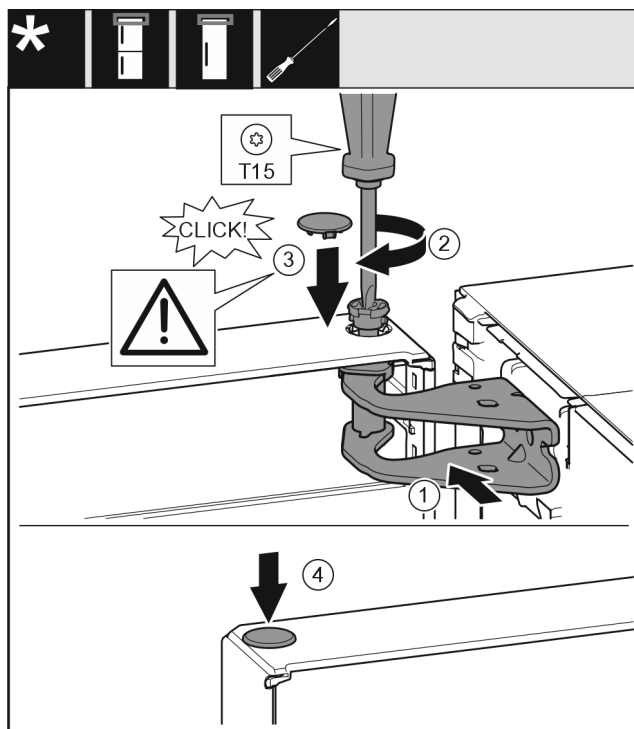

Fig. 21
- ▶ Wyrównać drzwi u góry względem otworu w płytce zawiasu Fig. 21 (1).
- ▶ Założyć sworzeń Fig. 21 (2) i dokręcić śrubokrętem.
- ▶ Założyć osłonę Fig. 21 (3).
- ▶ Sprawdzić, czy osłona Fig. 21 (3) przylega do drzwi.
- ▶ Założyć osłonę Fig. 21 (4).